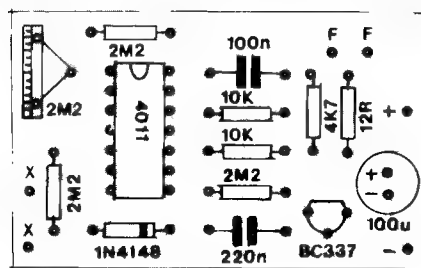

Fig.3
- **FIG. 3 - “CHAPEADO” DA MONTAGEM** - De acordo com o “velho” e reconhecidamente eficiente sistema adotado por APE para a demonstração visual das montagens, a placa é vista pela sua face não cobreada, com cada uma das principais peças nitidamente identificadas pelas suas formas estilizadas, ou símbolos convencionais, seus códigos ou “nomes”, seus valores, polaridades, etc. Mesmo quem **nunca** antes “tentou” realizar uma montagem, conseguirá posicionar tudo corretamente, utilizando - se preciso - as in-